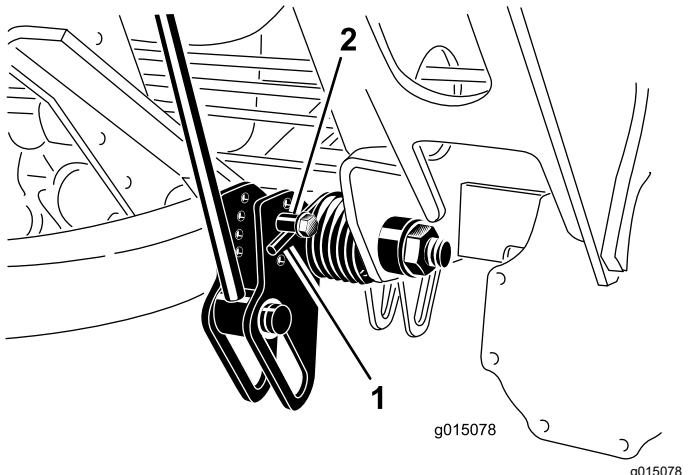

Bild 40
- Führen Sie ein Rohr oder ein ähnliches Objekt in die lange Feder ein, um die Federspannung während der Einstellung aufzuheben (Bild 40).
- Wenn Sie die Federspannung aufgehoben haben, nehmen Sie die Schraube und Sicherungsmutter ab, mit denen der Federaktuator an der Halterung befestigt ist (Bild 40).